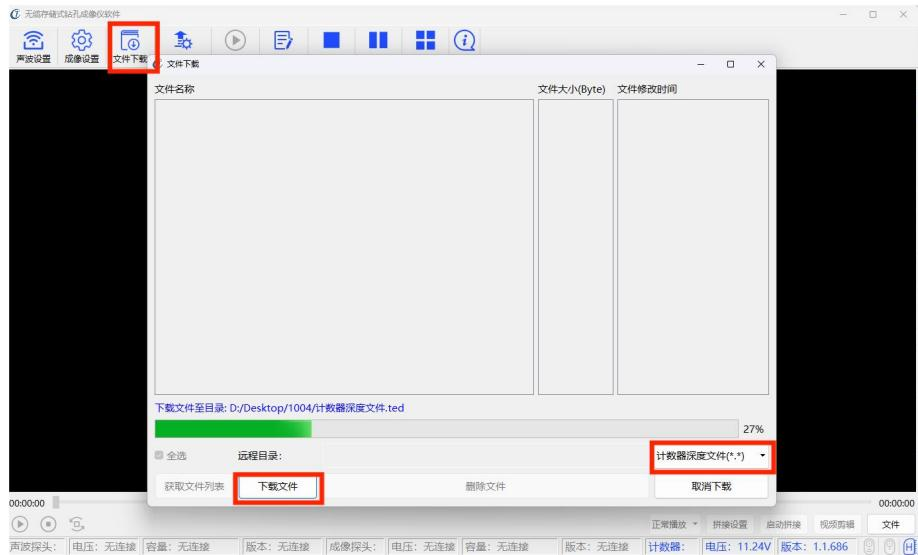

图2-28
c. 下载完成后将计数主机用网线与电脑连接，同样将对应文件下载至探头文件所在同一文件夹。因深度文件隐藏，只需在界面左下角选中“计数器深度文件”，点击“下载文件”即可自动下载。如图2-28所示。此时软件会自动将视频与深度数据做合并处理生成完整的MP4视频文件。